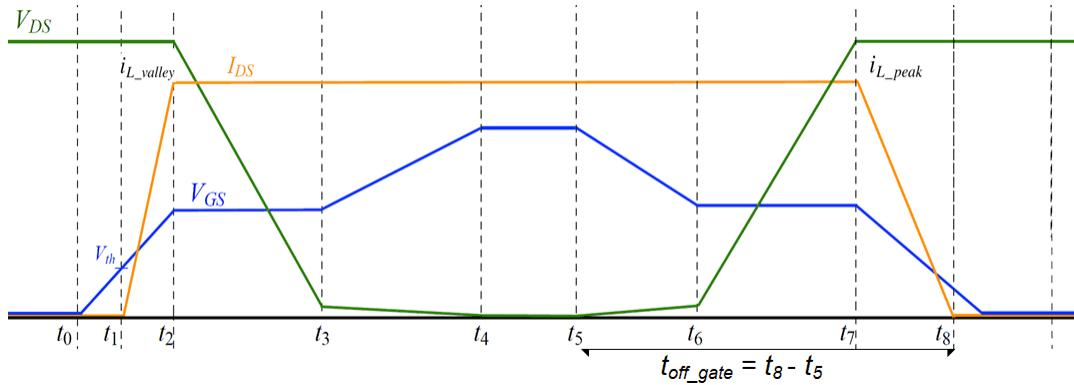

图 2-1. MOSFET 开关波形
MOSFET 的固有电容 (C_{iss} 、 C_{oss} 、 C_{rss}) 决定了开关行为。图 2-1 所示为常用升压器件低侧 MOSFET 的开关过程，然后说明了这些电容的作用。
- 开关损耗增加：较慢的开关转换会增加高电压和高电流重叠 (图 2-1 中的 t_1 至 t_3 和 t_6 至 t_8) 的时间，从而导致高开关损耗 (P_{sw}) 和低效率。